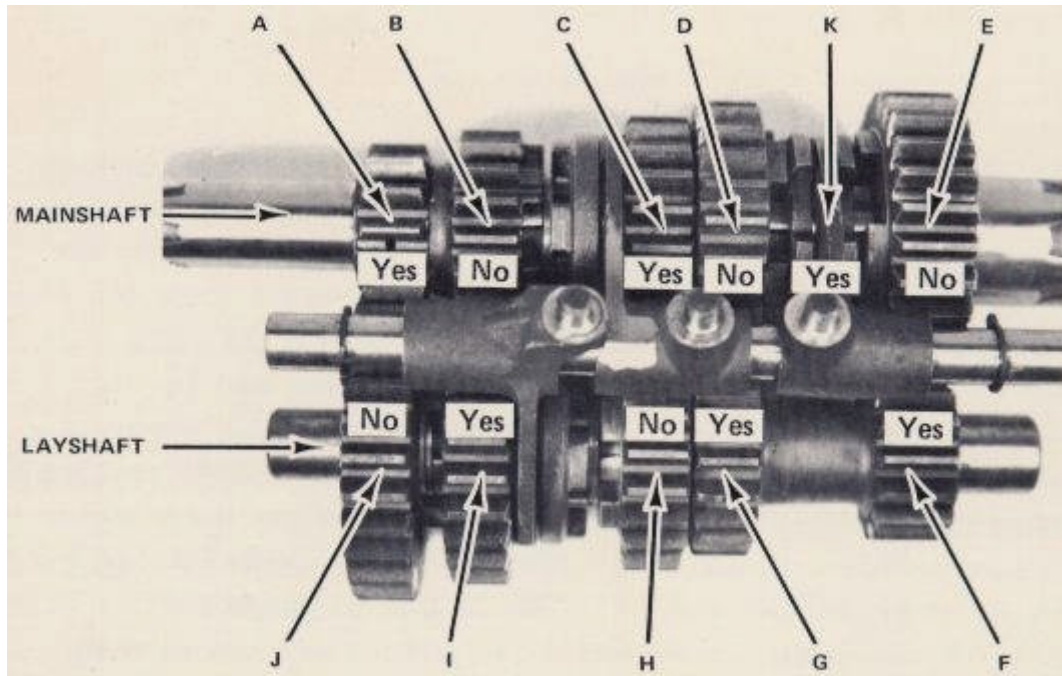

FIG. 32
4. Algunos artes en cada eje están bloqueados a sus respectivos ejes, ya sea por splines o al ser que forma parte integrante del eje. En la Fig. 32, hay una impresión de "SÍ" o "NO" por encima de los engranajes en el eje principal y por debajo de los engranajes en el layshaft. Esto denota si o no que determinadas artes de pesca están bloqueadas en su eje. "SI" significa que es "NO" significa que no lo es. Tome en cuenta que si un equipo está bloqueado en el eje principal, el tren de oposición no está bloqueado en el layshaft. Este es un punto importante a recordar a medida que aprende sobre el flujo de energía a través de los engranajes en la transmisión.